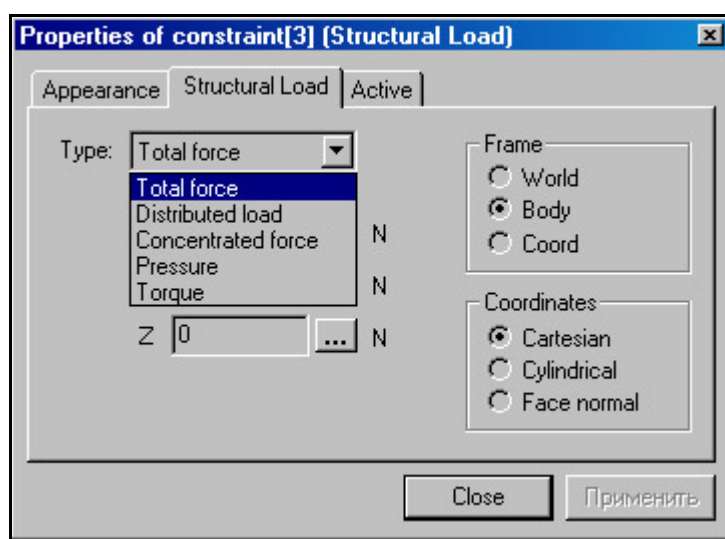

Рис. 3.7
5. Щелчком правой кнопки мыши по нагрузке в листе связей (Connections to ...) или двойным щелчком по нагрузке в окне моделирования вы откроете плавающую панель Свойств (Properties) (см. рис. 3.7).